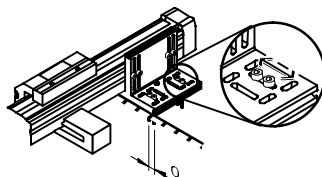

Bild 7: Q = Spelrum i sidled
- Skruva in fästskruvarna för diagonal montering bara löst till en början (se bild 7: Q). På så sätt kan FDG-... lätt justeras under vidare montering.
- Skruva fast fästskruvarna (se bild 7: Q) på linjärenheten.